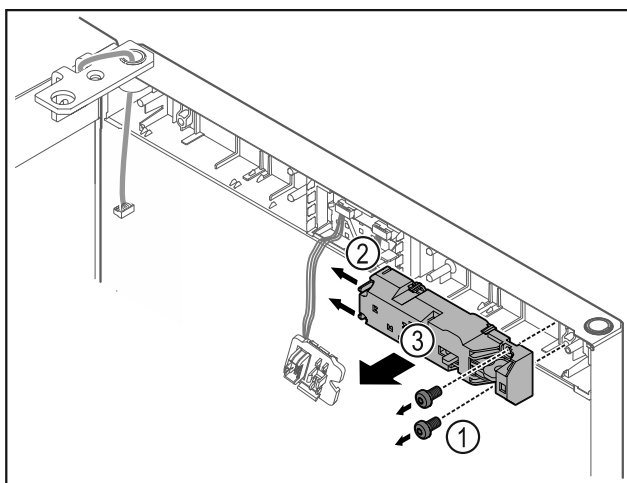

Fig. 18
- ▶ Odvrtite vijke Fig. 18 (1).
- ▶ Pritisnite jezičke Fig. 18 (2) na stranu i skinite daljinsku bravu Fig. 18 (3).